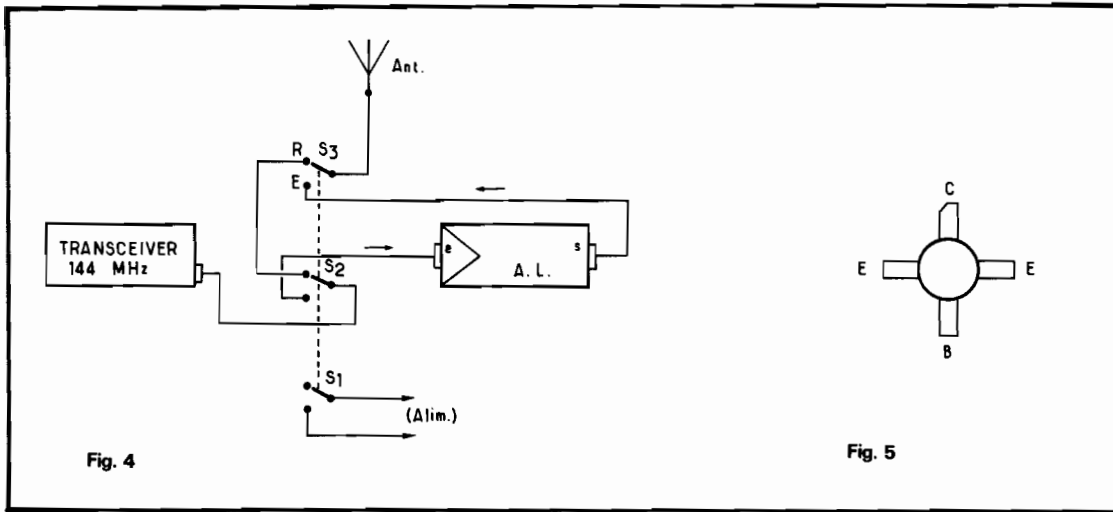

Fig. 4
Les commutations de l'antenne effectuées automatiquement par les contacts inverseurs S 2 et S 3 du relais sont représentées sur la figure 4. En position « réception » (R), celle indiquée sur le dessin, l'amplificateur linéaire A.L. est éliminé et l'antenne se trouve connectée sur le transceiver.